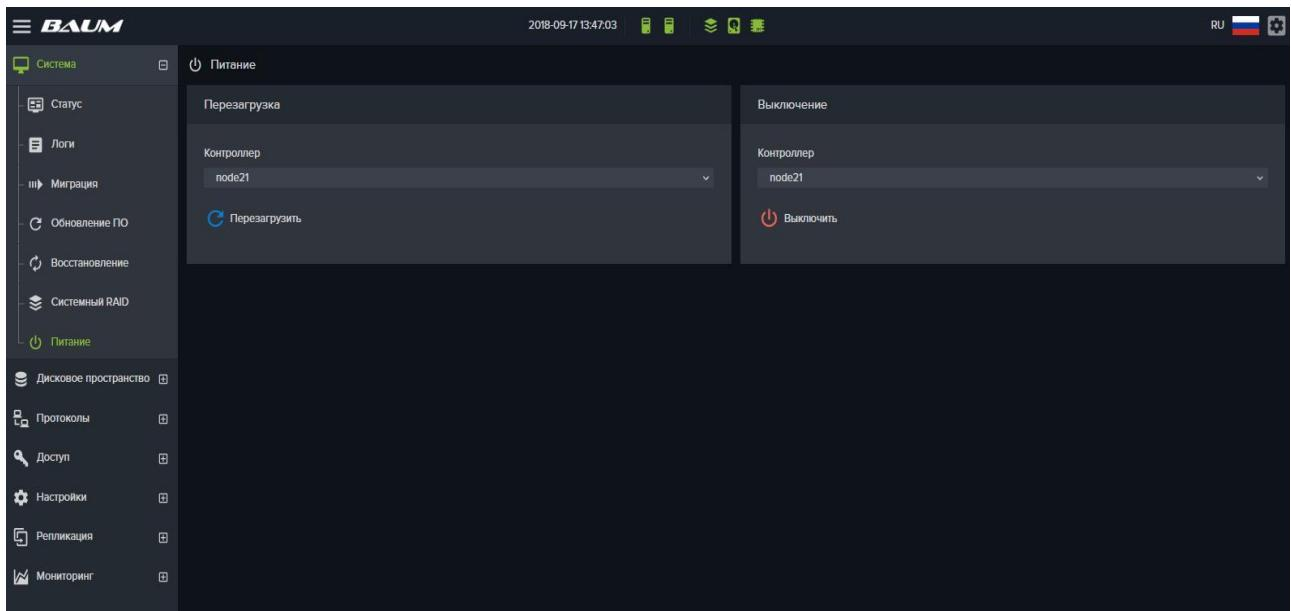

Рисунок 117 – Окно управления питанием
- Перейти на вкладку меню «Система» → «Питание» (см. Рисунок 117).
- Перейдите на вкладку меню «Система» → «Питание» (см. Рисунок 117).